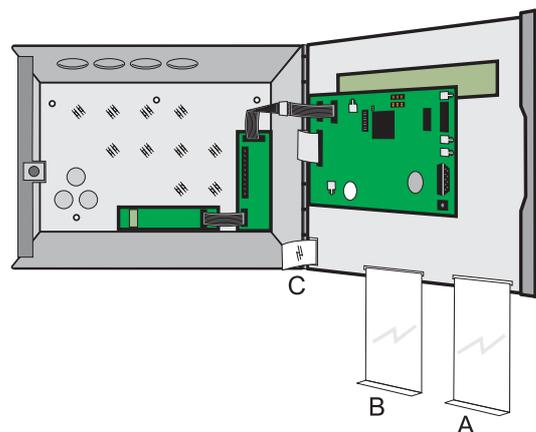

Figura 5 - Ranuras para etiquetas de textos
- En la ranura A (Vease figura 5) doblando la etiqueta hacia atrás por la línea de puntos, para permitir su fijación, inserte la etiqueta de descripción de LEDs en la orientación adecuada.
- En la ranura B (Vease figura 5) doblando la etiqueta hacia atrás por la línea de puntos, para permitir su fijación, inserte la etiqueta de descripción de las teclas de función (No usado en ZXr-P).
- En la ranura C (Vease Figura 5) introduzca la etiqueta con el Logo Morley-IAS, doblandola hacia atrás por la línea de puntos.